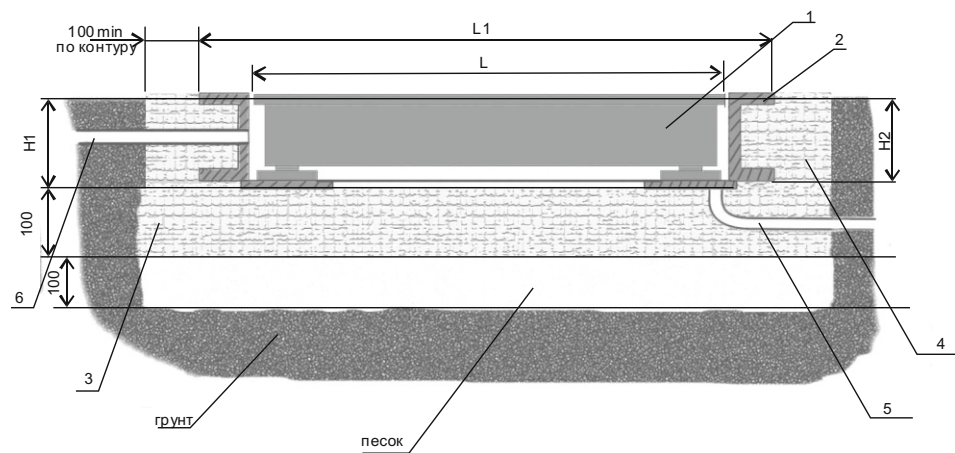

Рис.4 Схема приемки
2.3.1. Сооружение приемки для установки весов ВСП4-В (рисунок 4).
Ввернуть опоры 2 в резьбовые отверстия датчиков врезной платформы 1 таким образом, чтобы высота платформы 1, установленной на плоской поверхности, была бы равна глубине рамы 3 (размер Н2 на рис.4). Установить на врезной платформе 1 рым-болты 5. Врезную платформу 1 необходимо расположить в раме 3 таким образом, чтобы сторона платформы 1, у которой находится вывод соединительного шнура 7, соответствовала стороне рамы 3, на которой находится отверстие 6 для вывода соединительного шнура 7.